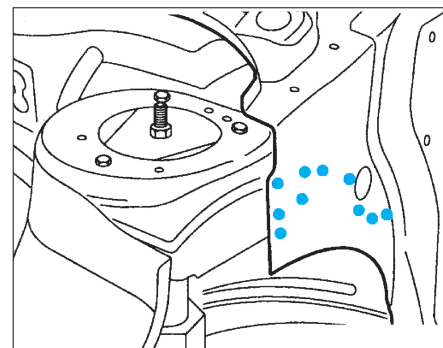
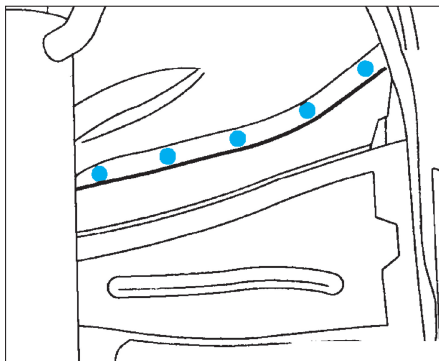

FIG. 33
FIG. 34
- Souder par points bouchons au MIG et meule (Fig.33) et (Fig.34).